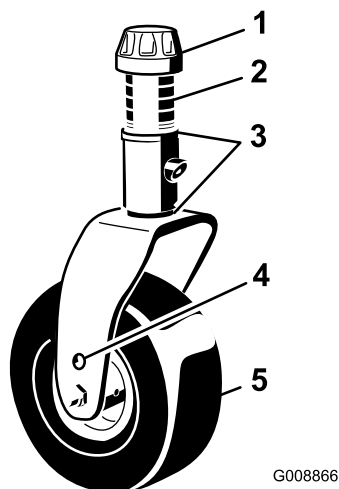

Figura 2
1. Rimuovete i cappucci di tensione dagli assi dei perni ed estraete i distanziali e le rondelle di spinta (Figura 2).
2. Infilate i distanziali sul perno della ruota orientabile fino a ottenere l'altezza di taglio desiderata; fate riferimento a Figura 7 e Figura 8 per determinare le combinazioni di distanziali necessari per l'impostazione voluta. Infilate una rondella di spinta sul perno e spingete la ruota orientabile nel relativo braccio. Montate un'altra rondella di spinta e i distanziali restanti sul perno, quindi montate il cappuccio di tensione per fissare gli elementi del gruppo (Figura 2).